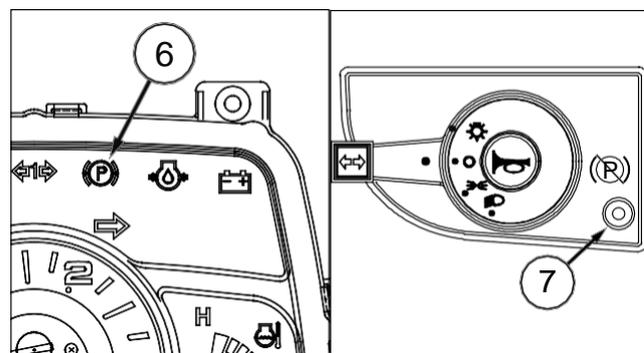

FIG. 47
NOTA: *Cuando se tira del freno de estacionamiento, el testigo del freno de estacionamiento (6) se enciende. (Ver Fig. 47).*